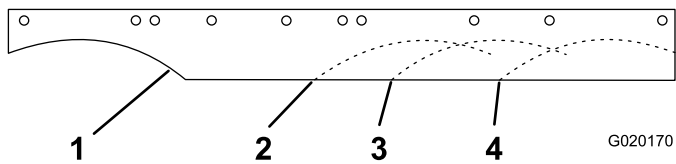

Figure 2
2. Trouvez l'arc de découpe correspondant à la taille de votre tablier de coupe. **Sélectionnez un seul déflecteur** et coupez-le en suivant l'arc correspondant (Figure 2).